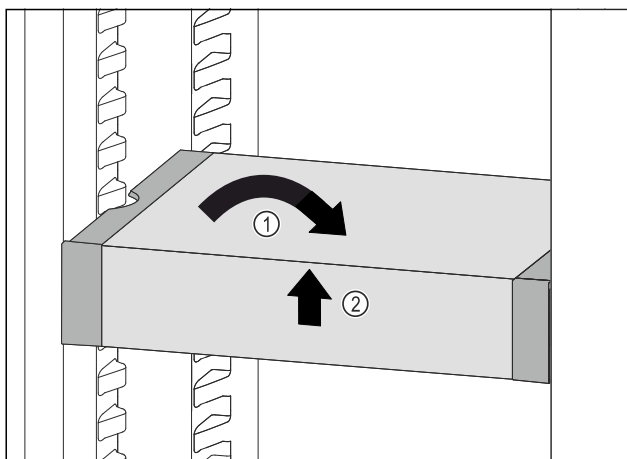

Fig. 134
- VarioSafe gerade stellen. Fig. 134 (1)
- VarioSafe vorne anheben. Fig. 134 (2)